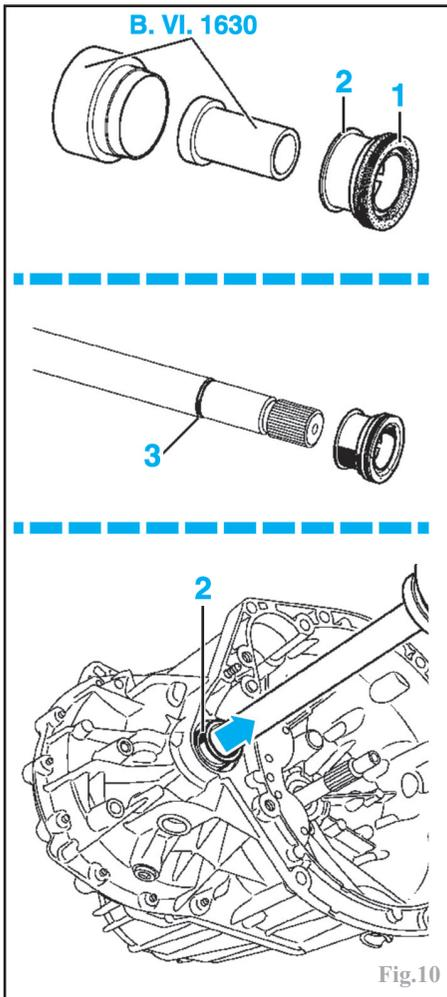

Fig.10
-la canalisation de la commande d'embrayage au niveau du cylindre récepteur sur la boîte de vitesses, après avoir retiré son agrafe (2) (voir Fig.10 chapitre "Embrayage") et la dégager de sa bride sur la boîte.
Déposer les vis de fixation arrière du berceau (voir Fig.10 chapitre "Suspensions - trains").
-2e type (Fig.10) : joint équipé d'un ressort et d'une lèvres d'étanchéité en "V" (1) monté sur une bague protectrice en plastique (2), montage apparié avec un arbre de transmission doté d'une gorge (3), la bague protectrice venant se clipper sur celle-ci.
À la repose du joint, respecter les points suivants (Fig.10) :